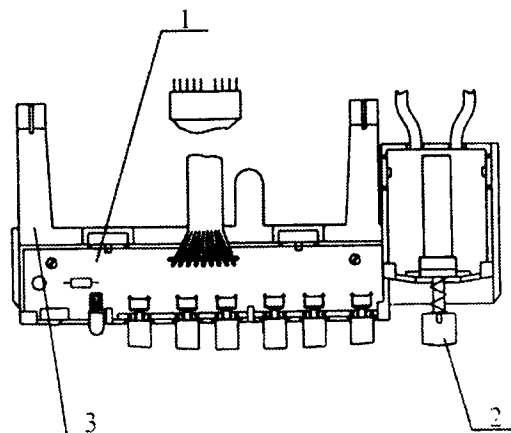

Рис. 11. Конструкция устройства управления телевизоров "Витязь" в корпусах "EUROPE"
Моношасси МШ-92S в рамке фиксируется защелками и дополнительно крепится винтами. Устройство управления, состоящее из модуля управления (1), сетевого выключателя с кнопкой (2) и панели (3), показано на **рис. 11**. Плата модуля управления крепится к панели защелками и двумя винтами, плата сетевого переключателя крепится к панели с помощью защелок.